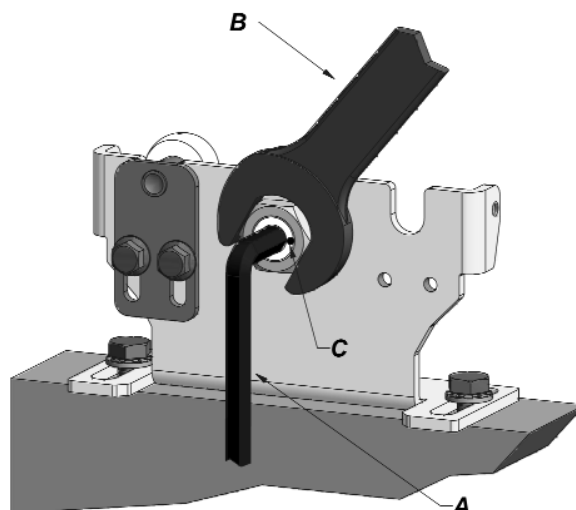

Fig. 18
- Insertar una llave Allen (mango largo) en el excéntrico de la rueda part.A **Fig.18**, después aflojar la tuerca utilizando una llave de 24 con mango largo part.B